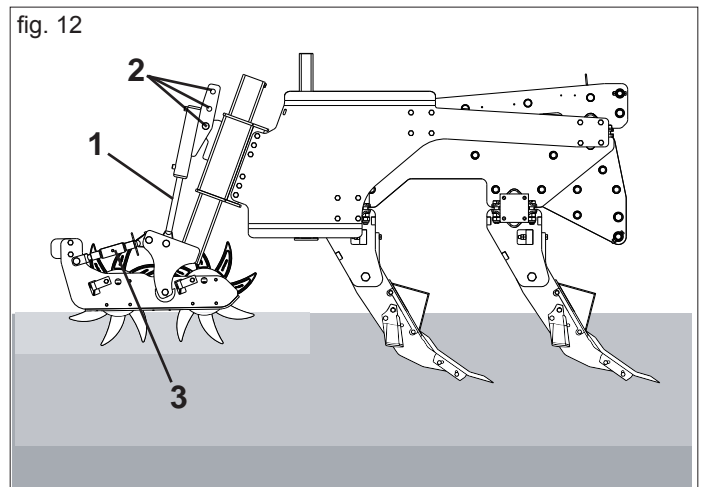

fig. 12
La posición del par de rodillos trasero se regula hidráulicamente por medio de un par de cilindros conectados entre sí (1 Fig. 12) y manualmente desplazando la posición de los cilindros (2).
Además, por medio del tirante de regulación (3 Fig. 12), existe la posibilidad de modificar el ángulo de trabajo entre los rodillos, para cargar o descargar tierra entre los rodillos.